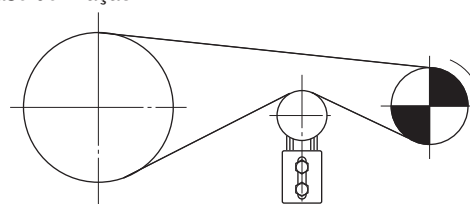

Fig. 5 Posição do tensionador (frontal)
- 1) Empurre a corrente de roletes na polia tensionadora do tensionador (Fig. 5) e determine a posição do furo na base de fixação.